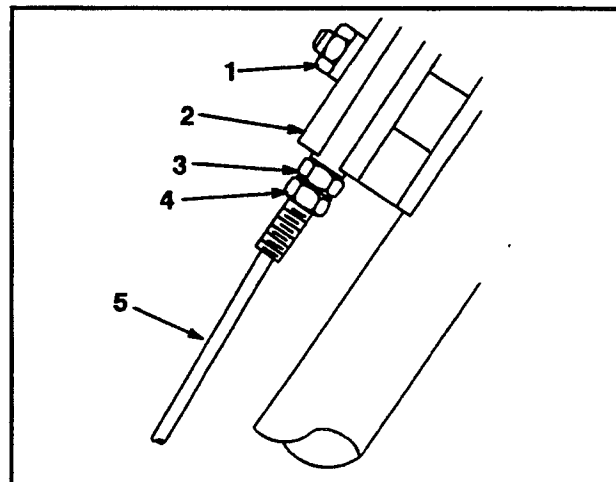

Figure 22
2. Desserrez l'écrou du bloc de support (fig. 22).
3. Desserrez le contre-écrou inférieur sur le câble de traction des roues (fig. 22).
8. Une fois le réglage terminé, le boulon de blocage supérieur doit se trouver contre le bloc de support (fig. 22).